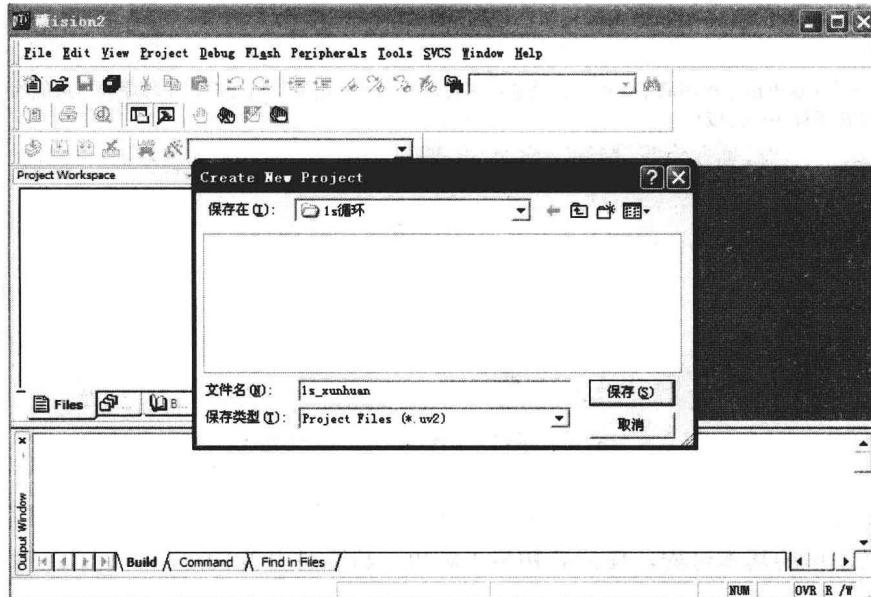

图 1-3 Create New Project 对话框
(2) 选择 project | New Project 命令, 弹出 Create New Project 对话框, 在【文件名】文本框中输入工程名称“1s\_xunhuan”, 并选择合适的路径(通常为每一个工程建一个同名或同意的文件夹, 这样便于管理), 如图 1-3 所示。然后单击【保存】按钮, 这样就创建了一个文件名为 1s\_xunhuan.uv2 的新工程文件。